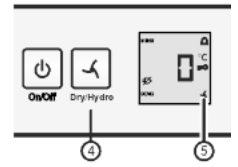

Fig. 3
► **hydro** instellen: Druk op de toets dry/hydro Fig. 3 (4) tot het symbool  wordt weergegeven. Laat de toets los.
▷ Het symbool dry/hydro Fig. 3 (5) brandt.
► Stel **dry** in: Druk op de toets dry/hydro Fig. 3 (4) tot het symbool  niet meer wordt weergegeven. Laat de toets los.